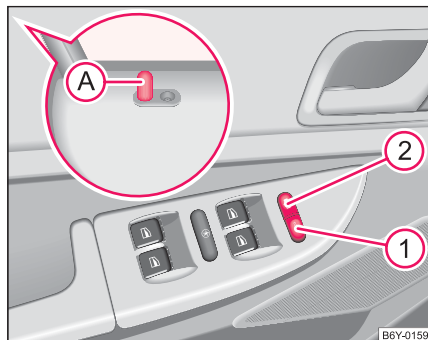

Abb. 23 Tasten für Zentralverriegelung ▶
Beim Entriegeln oder Verriegeln bewegt sich der Sicherungskopf in der Tür nach oben oder nach unten ⇒ Seite 42, Abb. 23.
- mit den Sicherungsknöpfen in den Vordertüren (A) ⇒ Seite 42, Abb. 23 (nur verriegeln)
- Ist die Safe-Sicherung außer Betrieb gesetzt, blinkt die Kontrollleuchte neben dem Sicherungsknopf (A) in der Fahrertür nicht ⇒ Seite 42, Abb. 23. Das gilt jedoch nicht bei Fahrzeugen mit Diebstahl-Warnanlage*, denn die Kontrollleuchte zeigt an, dass die Anlage aktiv ist.
- Drücken Sie die Taste ① ⇒ Seite 42, Abb. 23 oder drücken Sie den Sicherungsknopf A nach unten.
- Drücken Sie die Taste ② ⇒ Seite 42, Abb. 23.
- In der Abbildung ⇒ Seite 42, Abb. 23 ist die Bedienung von Fahrzeugen dargestellt, die mit Fenster-Komfortbedienung* ausgestattet sind ⇒ Seite 47. ■